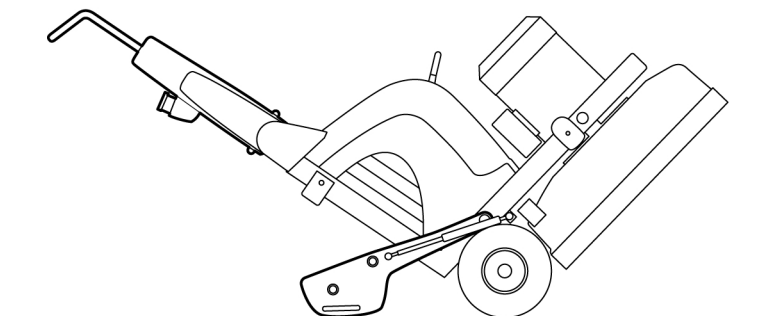

Figura 4-7. Ripiegamento all'indietro
3. Ribaltare la macchina all'indietro con cautela finché i pesi non toccano il pavimento, vedere *Figura 4-7, pagina 17*.